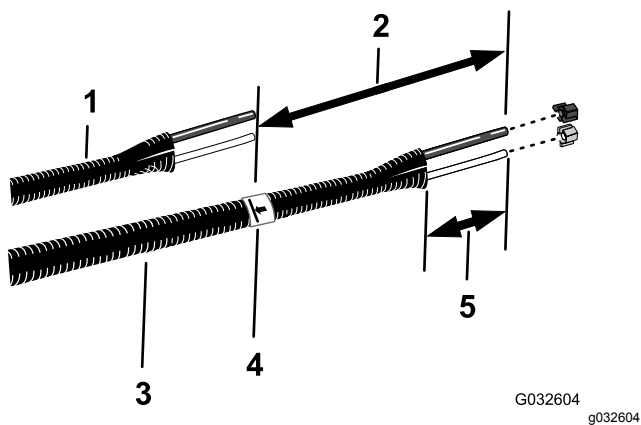

Figura 22
6. Alinhe os tubos de líquido e de ar velhos (Figura 22) com o novo conjunto de tubos (Peça Toro N.º 114–9553).
8. No novo conjunto de tubos, acrescente 26 cm de comprimento a partir da marca que fez no passo 7, marque o conjunto de tubos e corte os tubos na segunda marca (mais comprida) (Figura 22).
10. Retire 77 a 102 mm do revestimento em cada extremidade do conjunto de tubos (Figura 22).